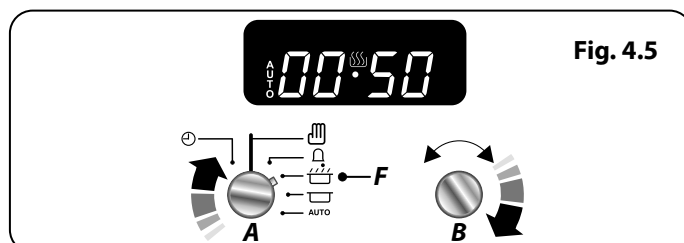

Fig. 4.5
1. Tournez le bouton de la minuterie (A) sur le réglage du temps de cuisson (F). Tournez le bouton de réglage (B) dans le sens horaire afin de définir durée du temps de cuisson requis (Fig. 4.5).